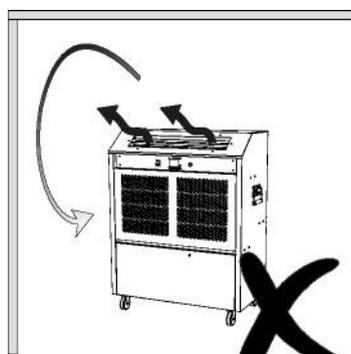

Fig. 5
**Fig. 5 :** Il faut prendre soin d'éviter que l'air de sortie ne soit obstrué, car cela entraînera un rebond de l'air autour de l'appareil, ce qui entraînera une recirculation et un contrôle incorrect de l'appareil.